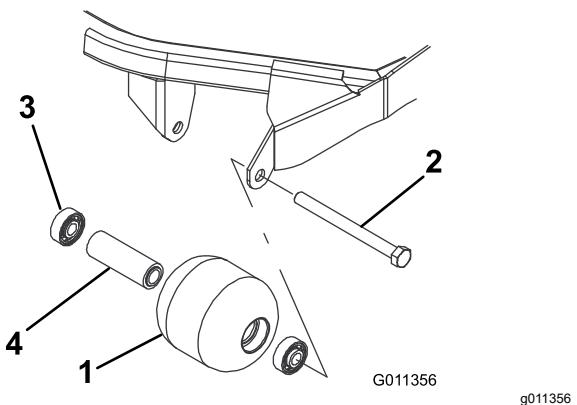

Figure 74
1. Retirez le boulon de fixation du galet (Figure 74).
- Vérifiez l'état du logement de roulements, des roulements et de la douille d'écartement (Figure 74). Remplacez les composants endommagés et procédez au remontage.
- Enforcez le premier roulement dans le logement à la presse (Figure 74). Exercez la pression uniquement sur la bague extérieure ou uniformément sur les bagues intérieure et extérieure.
- Insérez l'entretoise (Figure 74).
- Enforcez le second roulement dans le logement (Figure 74) en exerçant une pression uniforme sur les bagues intérieure et extérieure jusqu'à ce que la bague intérieure rencontre la douille d'écartement.